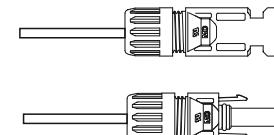

Figura 4.11 Conector com porca-capa aparafusada
4. Insira o pino de contato na parte superior do conector e apafuse a porca-capa na parte superior do conector (veja a figura 4.11).